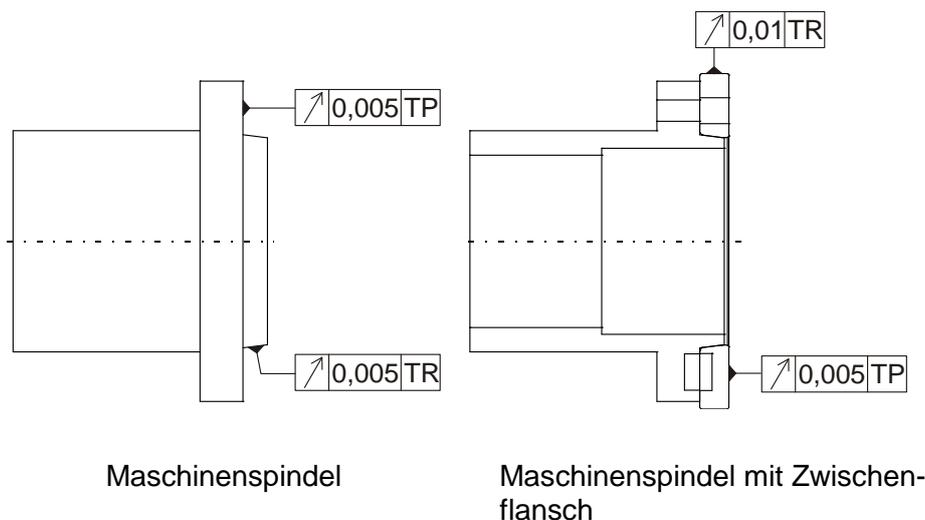

Abb. 3-2: Prüfung von Rund- und Planlauf
- Schritt 2** Bringen Sie das Zugrohr (2) in die vorderste Stellung und schrauben Sie den Adapter (3), nachdem Sie das Gewinde zur Vorbeugung gegen Festrosten/Festfressen mit Kupferpaste eingestrichen haben, in das Zugrohr ein.
- Schritt 3** Befestigen Sie den Zwischenflansch (4) auf der Spindel (falls das Futter nicht direkt mit der Spindel verschraubt wird) und prüfen Sie Rund- und Planlauf gemäß Abb. 3-2.
- Schritt 4** Entfernen Sie den Deckel (1) vom Spannfutter, damit Sie später (siehe Schritt 7) die Zugschraube (5) eindrehen können.